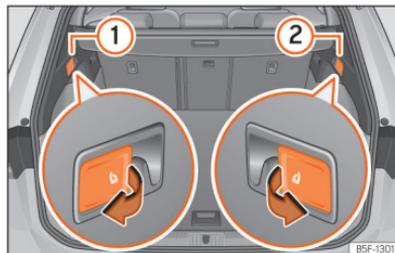

Abb. 102 Im Gepäckraum: Hebel zum Entriegeln der Rücksitzlehne.
- Ziehen Sie am Hebel zur Fernentriegelung auf der linken »» (Abb. 102) ① oder rechten ② Seite der Rückenlehne in Pfeilrichtung. Der entriegelte Teil der Rücksitzbank klappt nun automatisch nach vorn um.